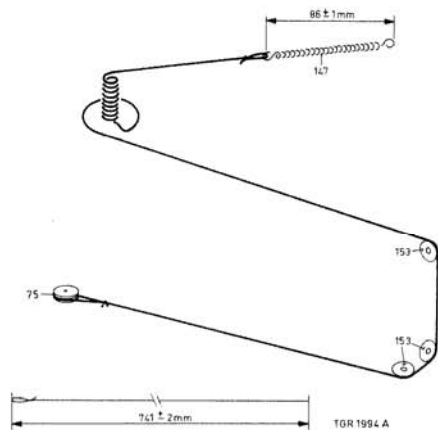

Fig. 24
- Slede pos. 150 moet zodanig bevestigd worden, dat deze bij het uitwerpen van de weergegeven cassette de koordrol pos. 153 niet raakt.
- De lengte van veer pos. 147 moet in deze toestand  $86 + 1$  mm bedragen (zie fig. 24). Dit is in te stellen door de wikkelper- houding van koord pos. 509 op poelie pos. 137 iets te wijzigen.